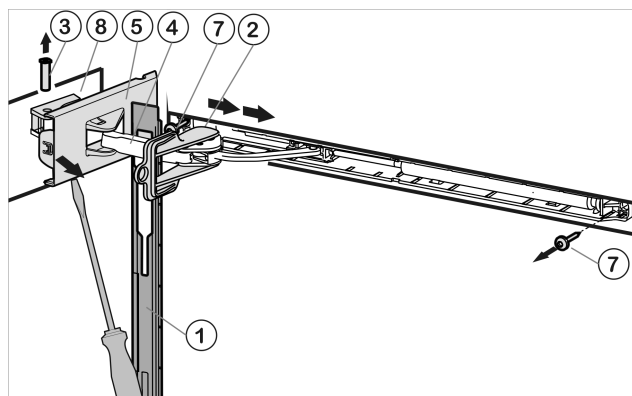

Fig. 5
- ▶ Krytku posuňte dopředu přes třmen tlumiče Fig. 5 (4) směrem k přístroji.
- ▶ Přiloženou pojistku Fig. 5 (2) zaklesněte do podélného otvoru.
- ▶ Kryt Fig. 5 (5) na straně závěsu povolte šroubovákem až k první záračce.
- ▶ Čep Fig. 5 (3) zespol vytlačte.
- ▶ Třmen tlumiče Fig. 5 (4) tlačte ve směru dveří.
- ▶ Kryt Fig. 5 (5) na straně závěsu úplně povolte a odejměte.
- ▶ Krytku Fig. 5 (1) sejměte.
- ▶ Odšroubujte jednotku tlumiče zavírání (2 x Torx® 15) Fig. 5 (7).
- Odšroubujte ložiskový díl *Fig. 5 (8)* a přesadte na opačnou stranu otočený o 180°. Díry pro šrouby případně předem propíchněte nebo použijte akumulátorový šroubovák.